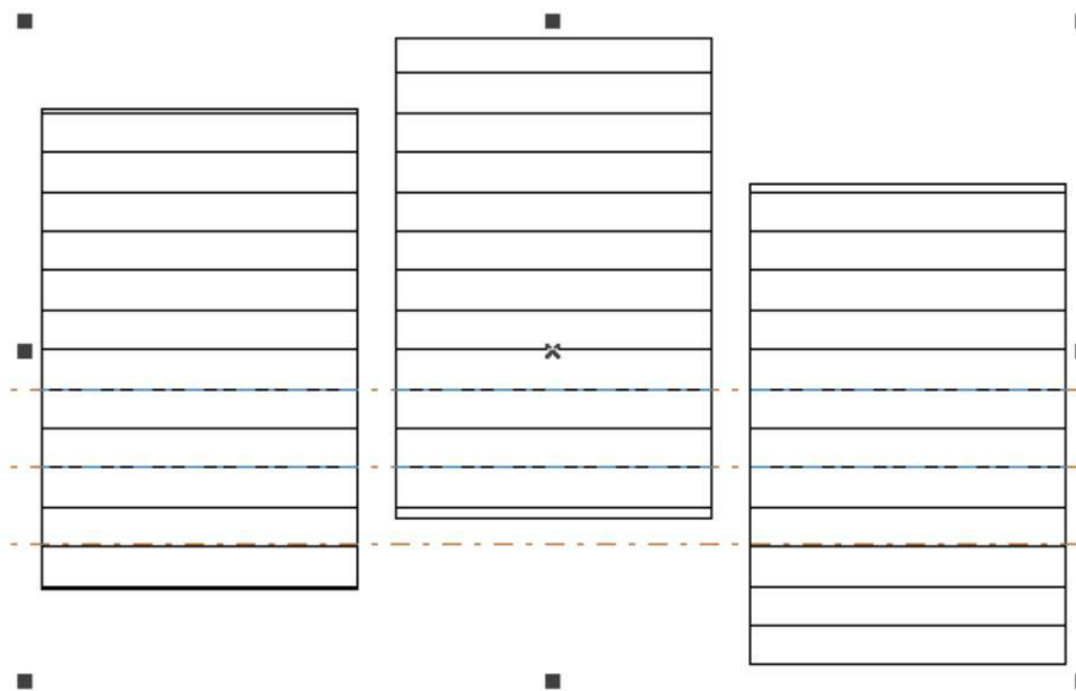

图 3-6 勾选对象整体计算
2、**勾选“对象整体计算”：**在加工时一次标刻出全部的填充线，即将几个对象中同一行的填充线一起标刻出。如图 3-6 所示：